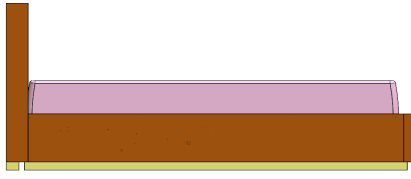

Fig.1
1. Sabit braketi, yatağın şasi yan duvarlarına her iki taraftan sabitleyin (Fig.1).